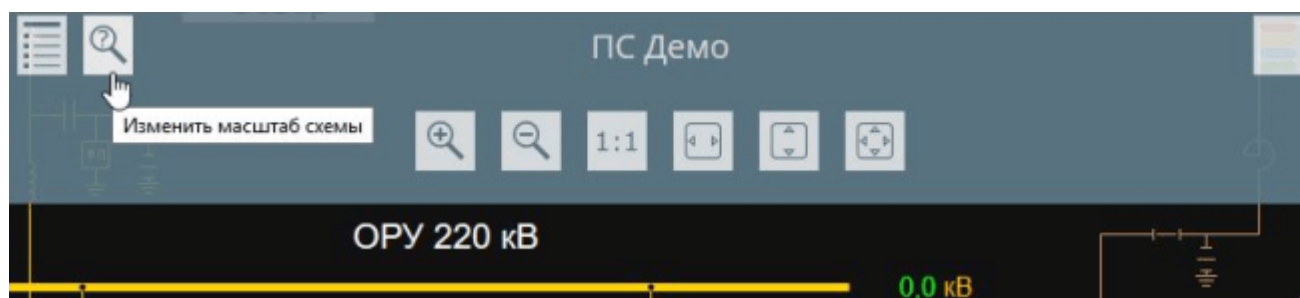

Рисунок 6.7 – Кнопки масштабирования схемы в раскрытом состоянии
- управляющая кнопка масштабирования в левой части верхней панели. При нажатии на кнопку будет отображен ряд масштабирующих опций (рисунок 6.7).